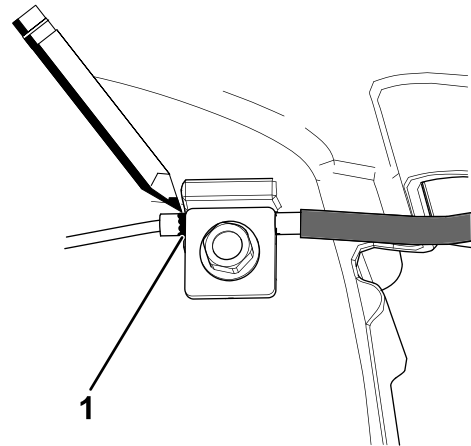
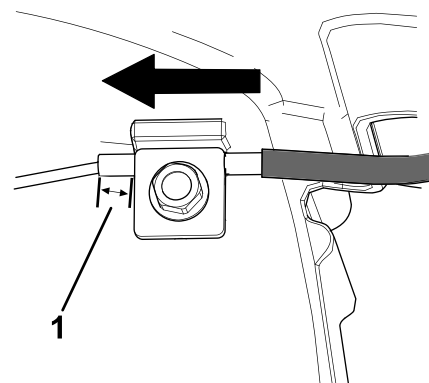

Figura 35
Figura 36
7. Marcați cablul de frână (Figura 35), apoi reglați mantaua până când este creat un joc de aproximativ 8 mm (Figura 36).